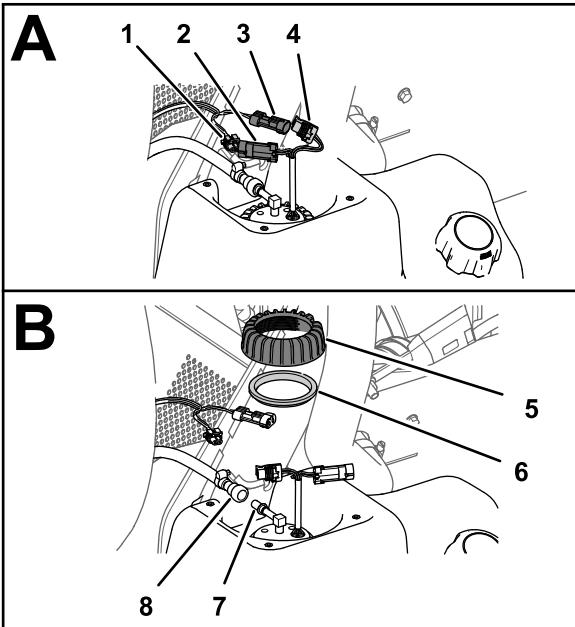

図 81
- 燃料ポンプ / センダーユニットの2ピンコネクタから、車両用のワイヤハーネスの2ソケットコネクタを外し燃料ポンプ / センダーユニットの2ソケットコネクタから、車両用のワイヤハーネスの2ピンコネクタを外す図 81。
2. 燃料ホースカップラの固定スリーブを燃料ポンプ / センダーユニットのフィッティングからはずし、フィッティングからカップリングとホースを取り外す図 81。
3. 燃料ポンプ / センダーユニットのナットを左に回して、ナットとシールを取り外す図 81。